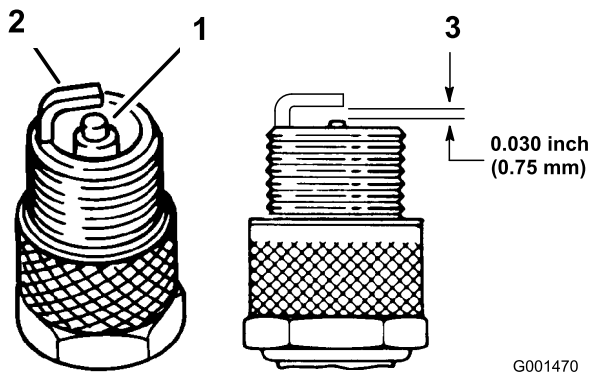

Figura 36
3. Controllate la distanza tra gli elettrodi centrale e laterale (Figura 36). Piegate l'elettrodo laterale (Figura 36) se la distanza non è corretta.
3. Collegate il cappello alla candela (Figura 36).
1. Controllate il centro della candela (Figura 36). Se l'isolatore è di color marrone chiaro o grigio, il motore funziona correttamente. Una patina nera sull'isolatore significa in genere che il filtro dell'aria è sporco.